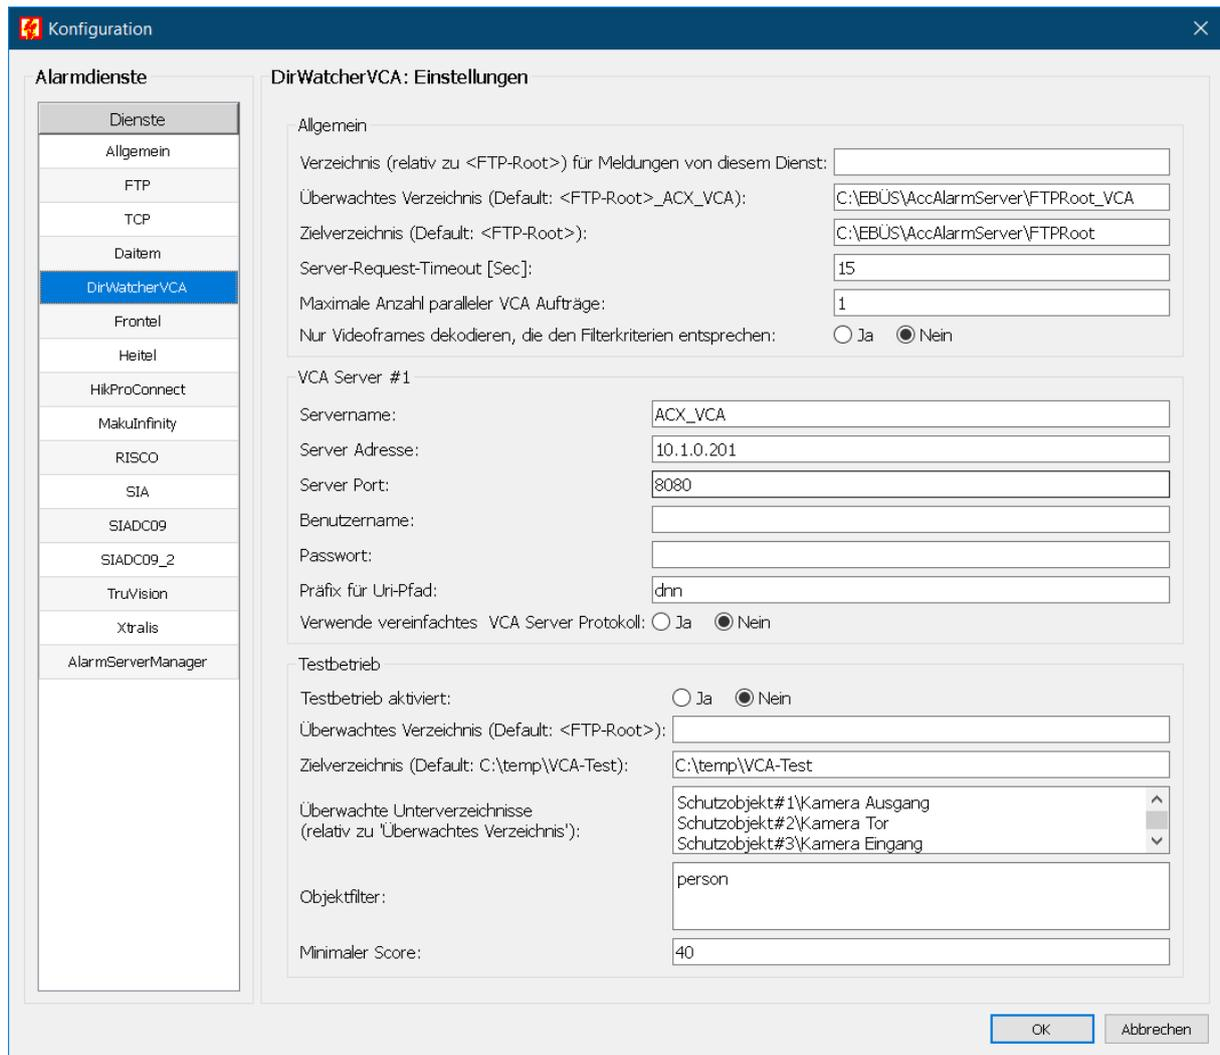

Abbildung 3: Konfigurationsänderung über die Anwendung *AlarmServerManagerUi*
Die meisten Konfigurationswerte können auch über die Anwendung `AlarmServerManagerUi` eingegeben werden (siehe Abbildung 3).
- in dem erscheinenden Dialog in der Liste der `Alarmdienste` den Eintrag `DirWatcherVCA` auswählen (siehe Abbildung 3),